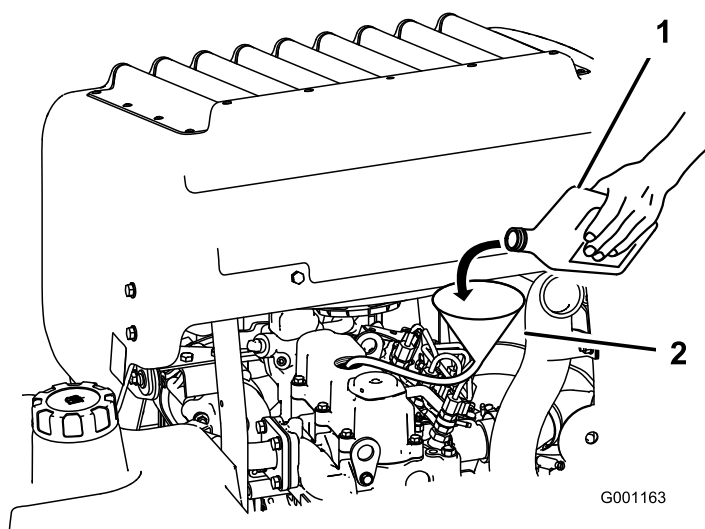

Bild 50
3. Verwenden Sie einen Schlauch und Trichter, wenn Sie Öl nachfüllen müssen (Bild 50).